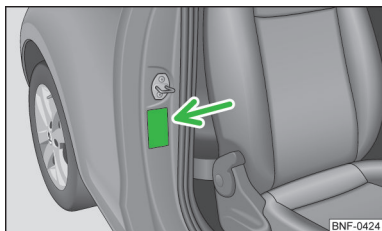

Bild 11
- På B-stolpen på frampassagerarsidan » bild 11. Etiketten blir synlig när dörren öppnats.